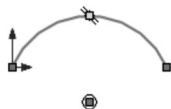

图 2-62 单击以设置圆弧
- [7] 单击以设置圆弧，如图 2-62 所示。设置圆弧属性，如图 2-63 所示。